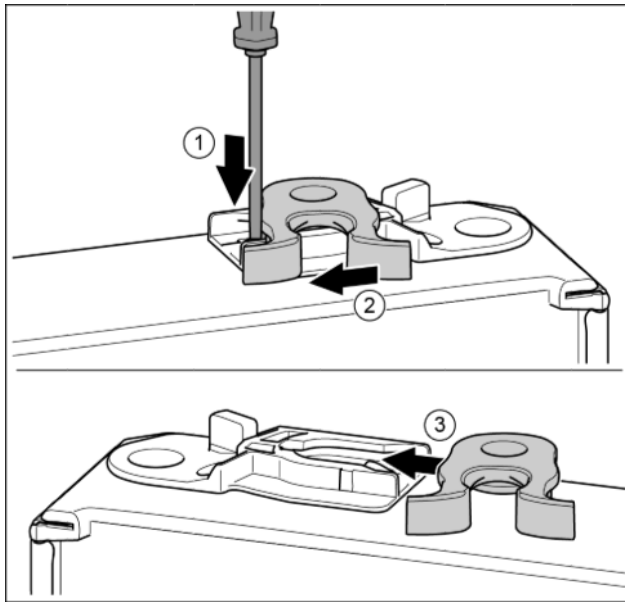

Fig. 13
- ▶ La partie inférieure de la porte est orientée vers le haut : Tourner la porte. Fig. 13 (1)
- ▶ Pousser vers le bas la languette avec un tournevis plat. Fig. 13 (2)
- ▶ Tirer le crochet de fermeture en dehors du guide. Fig. 13 (3)
- ▶ Pousser le crochet de fermeture dans le guide de l'autre côté. Fig. 13 (3)